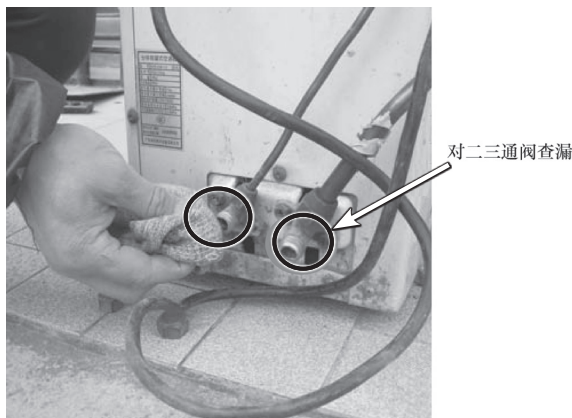

图 5-70 对二、三通阀查漏
4) 检查发现室内机管口接口处漏制冷剂 如图 5-70 所示, 用手轻轻一晃, 喇叭口脱落, 如图 5-71 所示。